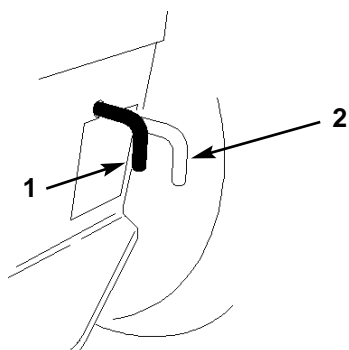

Fig. 16
2. Mettete il comando della modalità di guida in posizione "PUSH" (spingere). Il sistema della trazione si disinnesta e permette alle ruote di girare liberamente (Fig. 16).
1. Innestate il freno, e il comando della modalità di guida si sposta su "OPERATE" ed innesta la trasmissione; oppure mettete il comando della modalità di guida in posizione "OPERATE" (Fig. 16). **Nota:** La macchina non si sposta se il comando non è in posizione "OPERATE".